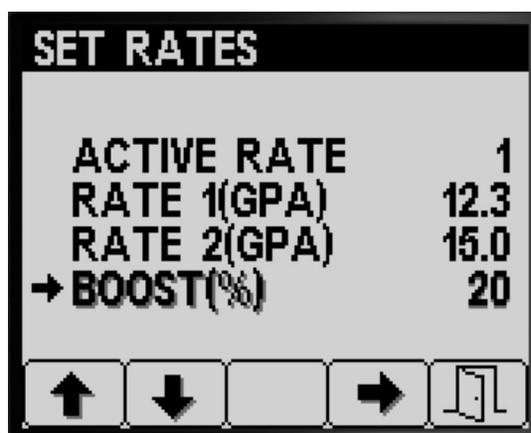

图 8
- 按 1 号或 2 号按钮可导航至喷洒率增强百分比选项 图 8。